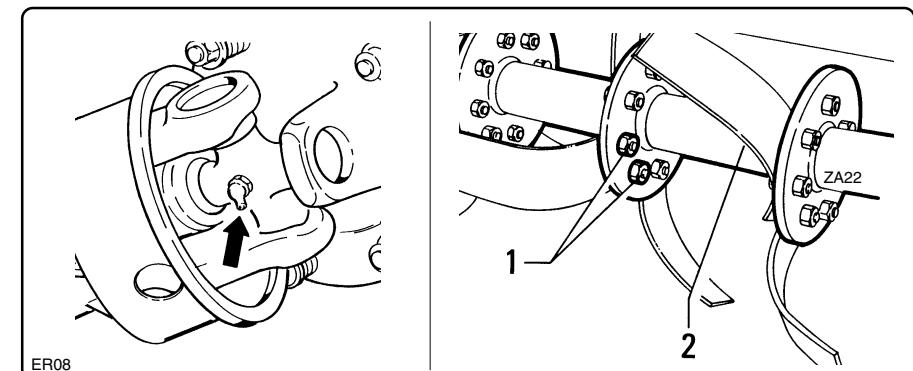

fig. 7.4.2
- Vérifiez que l'arbre à cardans est en bon état et graisser les croisillons (fig. 7.4.2).
- Contrôlez le serrage des boulons "1" de blocage des lames sur le rotor "2" (fig. 7.4.2).
- Die Gelenkwelle auf unbeschädigten Zustand prüfen und die Kreuzgelenke (Abb. 7.4.2) schmieren.
- Sicherstellen, daß die Bolzen "1" zum Befestigen der Messe am Rotor "2" (Abb. 7.4.2) fest angezogen sind.